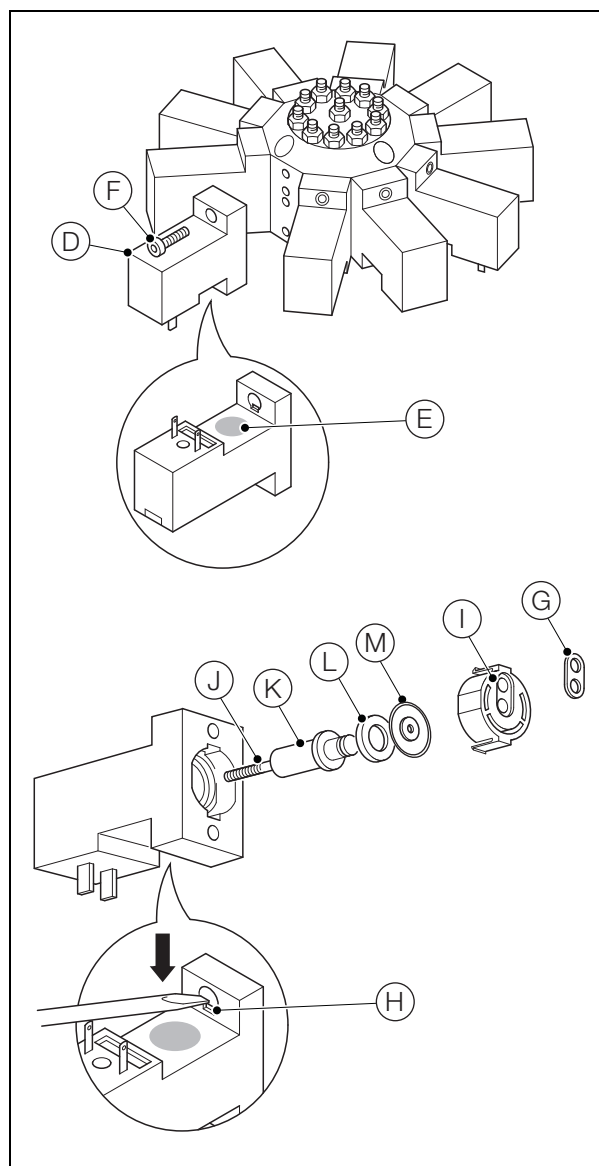

Fig. 13.2 Retirar a válvula de resíduos
5. Tendo por referência a Fig. 13.2:
- a. Localize a válvula de resíduos (D), identificada com a etiqueta cor de laranja (E) na parte de trás da válvula.
- b. Retire os 2 parafusos M3 (F) que fixam a válvula no coletor e retire a válvula. Elimine a junta frontal da válvula (G).
- c. Utilizando uma chave de fendas pequena, solte os grampos de fixação (H) e retire a sede do diafragma (I).
- d. Vire a válvula e, tendo muito cuidado para não perder a mola (J), deixe que o retentor do diafragma (K), incluindo a anilha (L), o diafragma (M) e a mola (J) se soltem.
- e. Retire o diafragma (M) do retentor do diafragma (K) e elimine.
- f. Coloque o novo diafragma Kalrez, garantindo que a anilha (L) se mantém no lugar por baixo do diafragma.